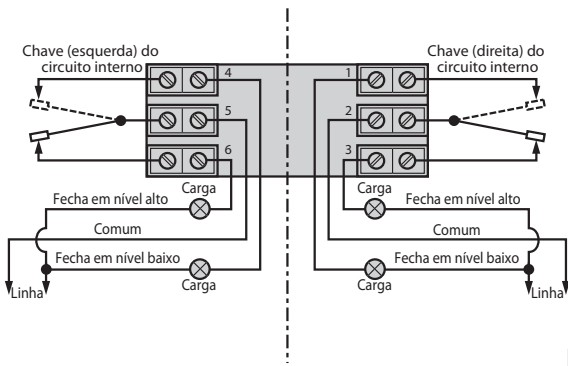

Figura 2
5. Os terminais da chave estão localizados próximo ao conduíte de saída para facilitar a instalação da fiação. Passe os fios de alimentação através do conduíte de saída. Passe o excesso de fio ao redor do tubo anexo sob a placa defletora, e conecte-os aos terminais apropriados. Para essa informação, consulte a **Figura 2** ou **3** ou o boletim de instruções da chave. Consulte *Referência à Chave e ao Invólucro, Seção 6.2.2*.